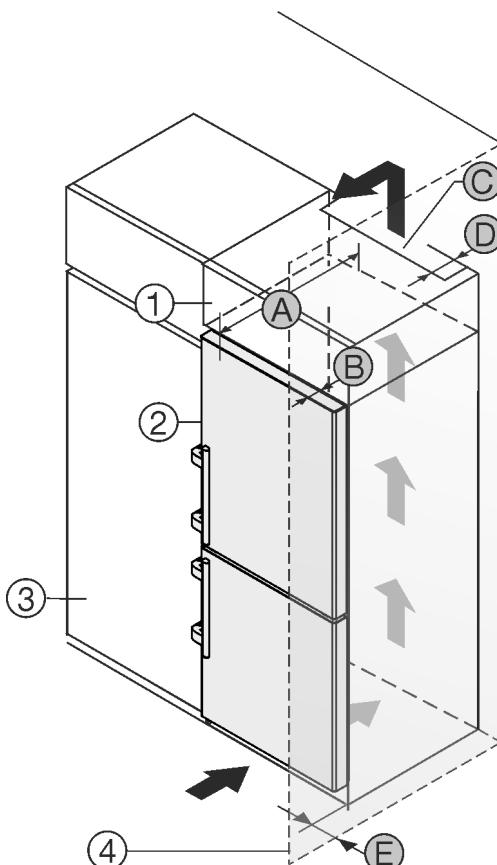

Fig. 2
Μπορείτε να τοποθετήστε τη συσκευή ακριβώς δίπλα από το ντουλάπι κουζίνας Fig. 2 (3).*
Στην πίσω πλευρά του επικαθήμενου ντουλαπιού πρέπει να υπάρχει ένα κενό εξαγωγής αέρα με βάθος Fig. 2 (D) σε όλο το πλάτος του επικαθήμενου ντουλαπιού.*
Κάτω από την οροφή του δωματίου πρέπει να τηρείται η διατομή εξαερισμού Fig. 2 (C).*
Εάν τοποθετήσετε τη συσκευή με τους μεντεσέδες δίπλα σε κάποιον τοίχο Fig. 2 (4), τότε πρέπει η απόσταση ανάμεσα στη συσκευή και στον τοίχο να ανέρχεται σε τουλάχιστον 57 mm . Αντιστοιχεί στην προεξοχή της χειρολαβής όταν η πόρτα είναι ανοιχτή.*
Για να μπορείτε να ανοίγετε τελείως την πόρτα, πρέπει η συσκευή να προεξέχει κατά το βάθος της πόρτας Fig. 2 (B) από την πρόσοψη του ντουλαπιού κουζίνας. Η συσκευή μπορεί να προεξέχει περισσότερο, ανάλογα με το βάθος των ντουλαπιών κουζίνας Fig. 2 (3) και την χρήση αποστατών τοίχου.*